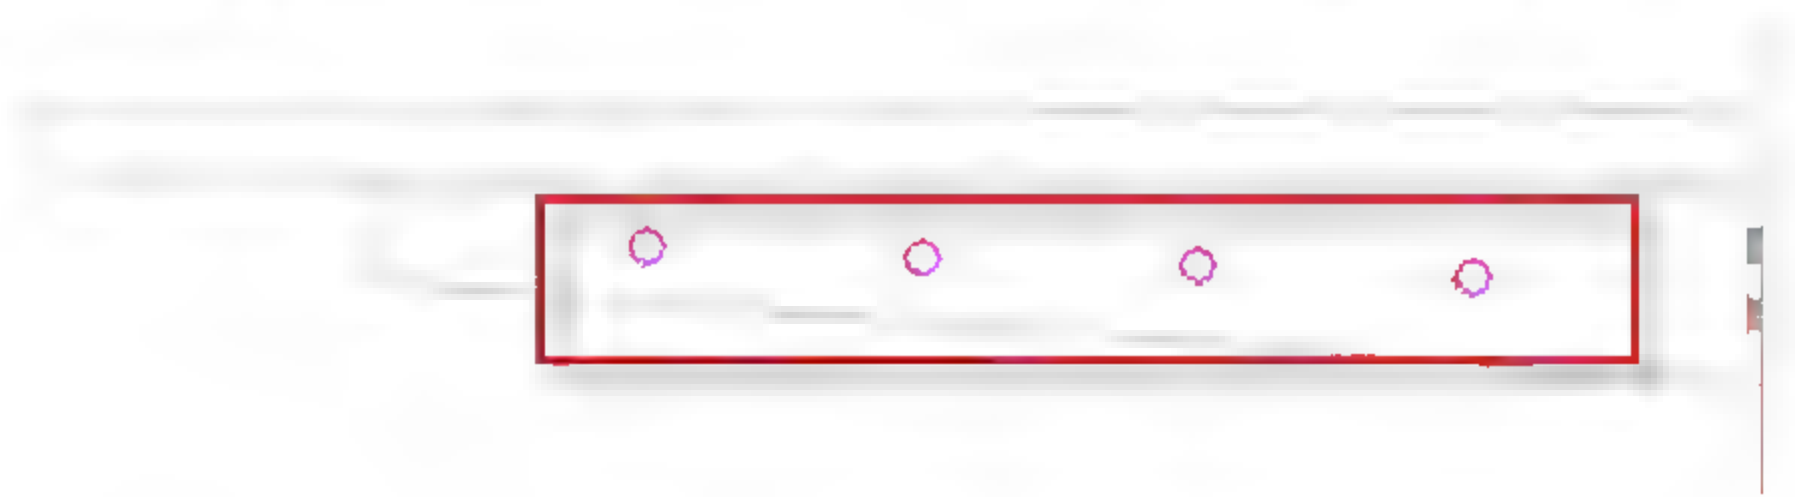

图 8.1.25 绘制出连接构件
(6) 选择“创建”→“拉伸”命令，在弹出的“勾叉选项板”中选择“圆形框”选项，并在骨架上对应位置绘制出连接构件横截面，完成后单击√按钮，如图 8.1.25 所示。